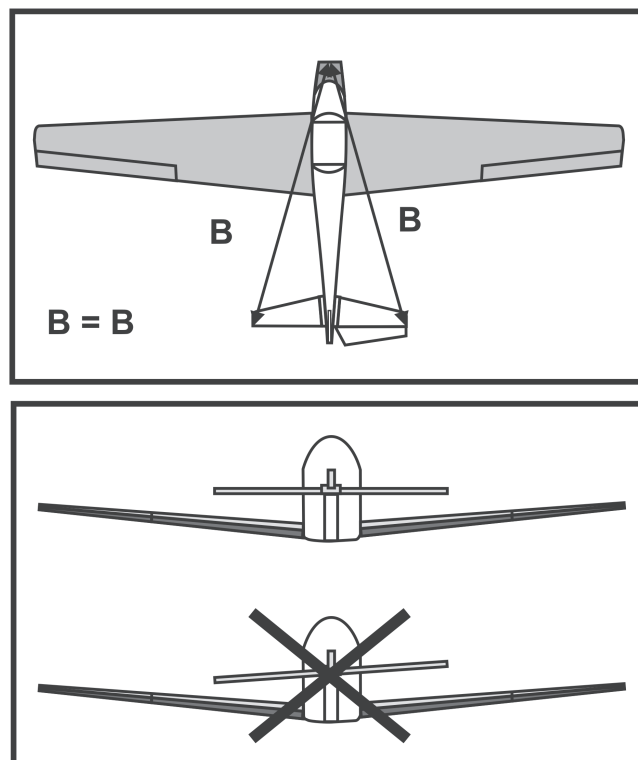

Figure 9
Assemblez d'abord les deux moitiés des surfaces portantes (1) « à sec » à l'aide du raccord des surfaces portantes (2). Tenez compte de la forme en V des surfaces portantes (voir croquis du bas, figure 9).
Alignez à nouveau l'empennage de la manière indiquée sur la figure 9 puis fixez les composants à l'aide d'épingles (1) jusqu'à ce que la colle ait complètement durci.